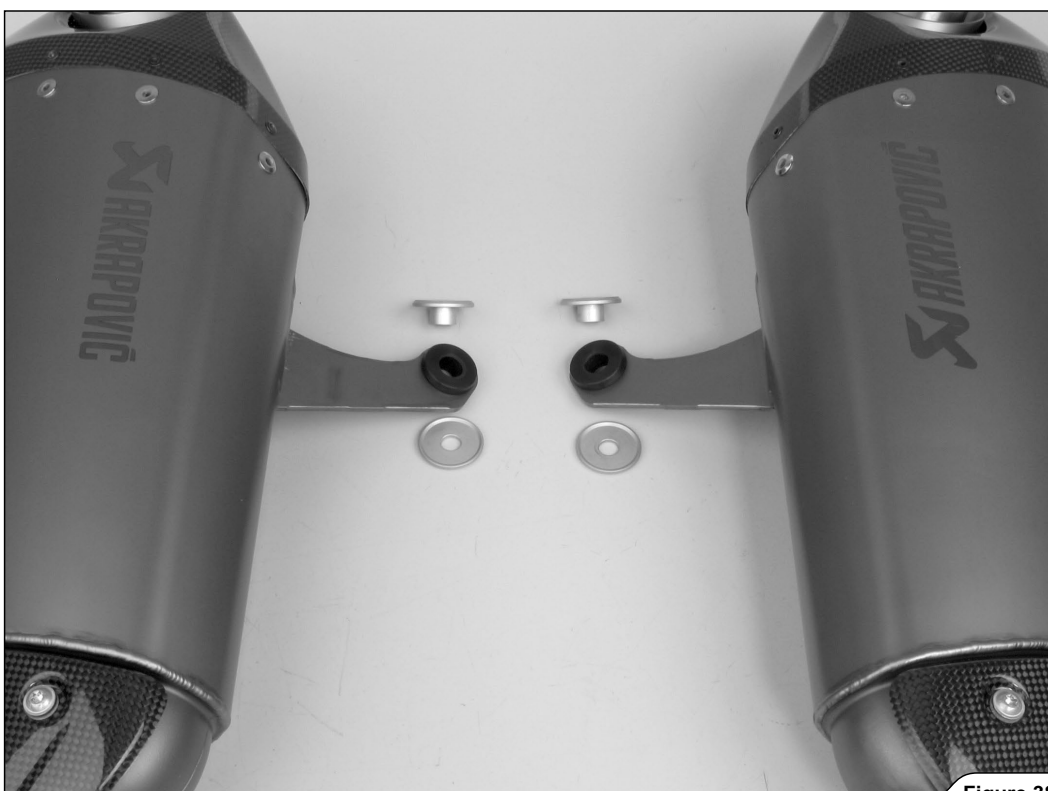

Figure 38
10. サイレンサーのゴム製ブラケット上にアルミ製ブッシュとボルトを正しく取り付けます (図 38、39)。